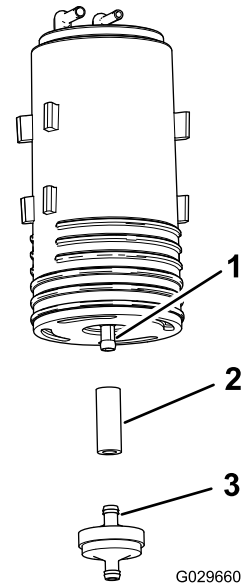

图 45
4. 从旧碳罐的下接头卸下碳罐过滤器和短段软管 (图 45)。
5. 将软管安装到新碳罐的下接头 (图 45)。
6. 将新碳罐过滤器的接头插入软管 (图 45)。